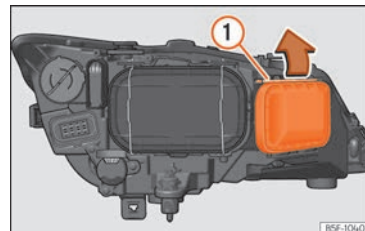

Abb. 59 Fernlichtleuchte.
- Die Strebe »» **Abb. 59** ① in Pfeilrichtung verschieben und den Deckel abnehmen.